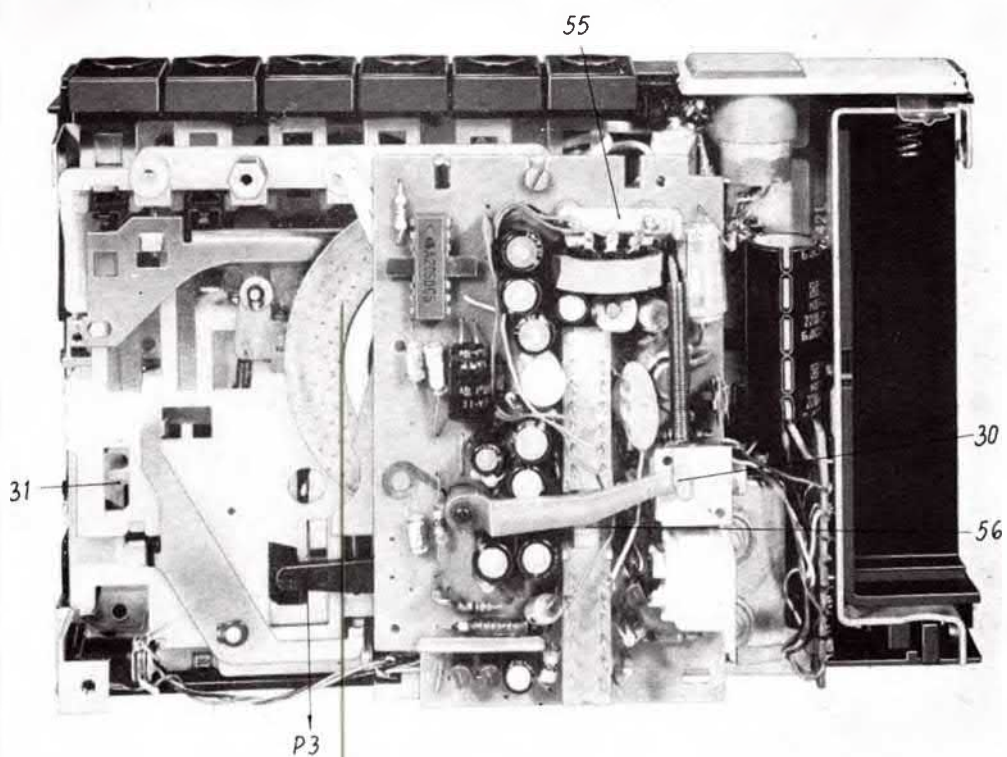

Abb. 10
Bei der Montage der NF-Leiterplatte ist darauf zu achten, daß der Schalthebel (30) in die Mitnehmergabel des Aufnahmeschiebers (31) greift und nicht klemmt (Bild 10). Vor dem weiteren Zusammenbau ist das Zusammenwirken von Aufnahmetaste, Mitnehmergabel und Leiterplatte zu überprüfen.